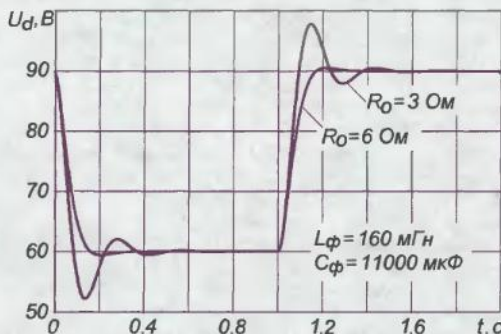

Рис. 13
В зависимости от ее величины фильтр может иметь различный вид переходного процесса установления выходного напряжения U_d при изменении тока нагрузки или напряжения в сети (рис. 13). При $Q > 0,707$ переходный процесс имеет вид затухающих колебаний (рис. 13 при $R_0 = 3 \text{ Ом}$), а на интервале $0,5 < Q < 0,707$ он сопровождается небольшим выбросом на кривой напряжения U_d (рис. 13 при $R_0 = 6 \text{ Ом}$), исчезающим при $Q < 0,5$. При работе блока питания на динамическую нагрузку, которой является УМЗЧ, колебательный переходный процесс нежелателен, поэтому необходимо, чтобы выполнялось условие $Q < 0,707$, т. е. при заданных значениях L_ϕ , C_ϕ сопротивление R_0 должно быть больше некоторой определенной величины, которую можно найти из (20).